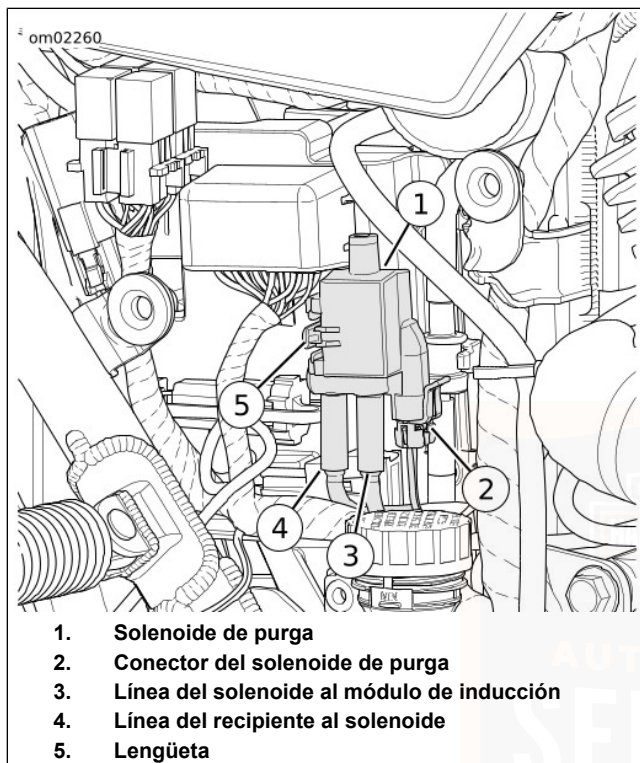

Figura 44. Solenoide de purga
- 4. **Solo para modelos de California, Asia-Pacífico, Inglaterra, HDI y la India:** Vea la Figura 44. Quite el solenoide de purga.
- a. Desconecte el conector del solenoide de purga (2).
- b. Quite el módulo de solenoide a inducción y las líneas del recipiente al solenoide (3 y 4) del solenoide de purga (1).
11. **Solo para modelos de California, Asia-Pacífico, Inglaterra, HDI y la India:** Vea la Figura 44. Instale el solenoide de purga.
- a. Instale el solenoide de purga (1).
- c. Conecte el conector del solenoide de purga (2).